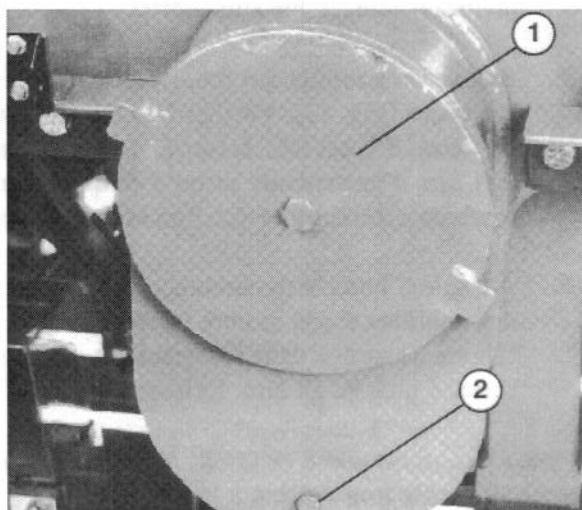

Figure 15
1. Garer la machine sur une surface horizontale et enlever le couvercle du réducteur (Fig. 15).